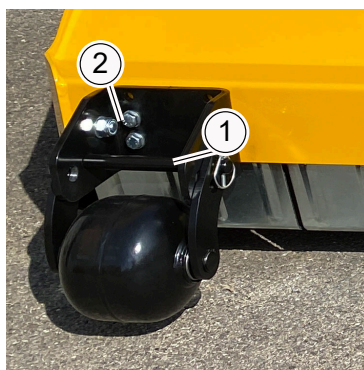

Fig.50
- Avvicinare la staffa porta ruota (1, Fig.50) alla zona predisposta.
- Fissare la staffa con le apposite viti (2, Fig.50).
- Bring the wheel bracket (1, Fig.50) closer to the prepared area.
- Fix the bracket with the appropriate screws (2, Fig.50).
- Rapprocher le support de roue (1, Fig.50) de la zone préparée.
- Fixez le support avec les vis appropriées (2, Fig.50).
- Bringen Sie die Radhalterung (1, Fig.50) näher an den vorbereiteten Bereich.
- Befestigen Sie die Halterung mit den entsprechenden Schrauben (2, Fig.50).
- Acerque el soporte de la rueda (1, Fig.50) a la zona preparada.
- Fije el soporte con los tornillos apropiados (2, Fig.50).